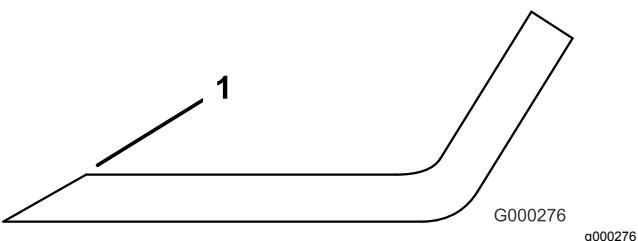

Figura 26
3. Esaminate l'affilatura di tutte le lame e affilate se risultano smussate o scheggiate (Figura 26).
Nota: Affilate soltanto la parte superiore del tagliente e mantenete l'angolo di taglio originale per garantire l'affilatura (Figura 26). La lama resta bilanciata soltanto se viene rimossa una quantità uguale di metallo da entrambi i taglienti.